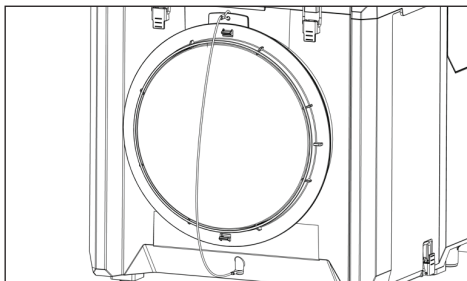

Fig. 7: Lufteinlassabdeckung (Schließstellung)
- ▶ Schließen Sie vor dem Transport die Lufteinlassabdeckung (Abb. 7). Dadurch wird verhindert, dass Staub aus dem Gerät in die Umgebung entweicht.